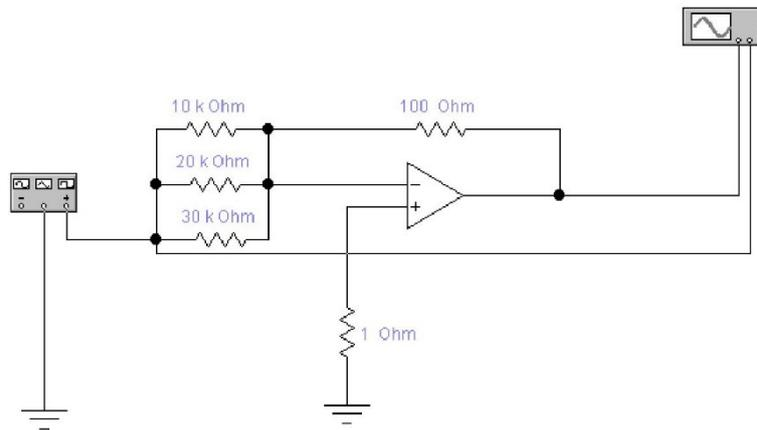

Рис. 22. Схема суммирующего усилителя
1. Соберите схему суммирующего ОУ в соответствии с рис. 22.